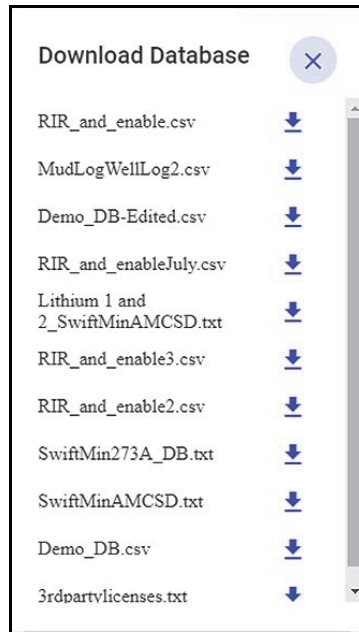

Abbildung 5-10 Dialogfeld Download Database
2. Im Dialogfeld wählen Sie die gewünschte Datenbank aus (Abbildung 5-10 auf Seite 82).